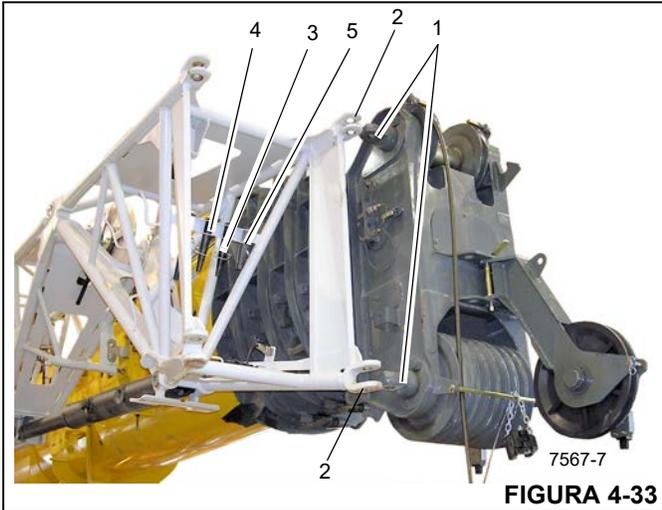
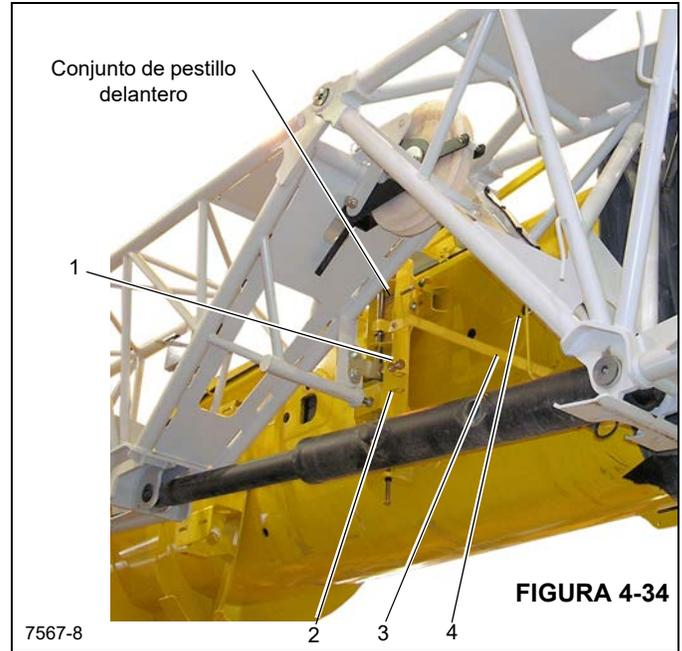

FIGURA 4-33
FIGURA 4-34
7. Utilizando el cable guía, tire de la parte delantera de la extensión hasta que las orejetas de montaje de la extensión (2) (Figura 4-33) se alineen con las orejetas de la cabeza de la pluma (1).
8. Utilizando una escalera o un dispositivo de levante adecuado, retire las pinzas de retención (3) y tire de los pasadores (4) para sacarlos de los sujetadores (5). Inserte los pasadores por las orejetas de conexión y asegure con las pinzas de retención.
10. Utilizando una escalerilla o plataforma de trabajo aérea, utilice la varilla de extensión del plumín, ubicada en la cabina, para quitar la pinza de retención del pasador de bloqueo horizontal (1) (Figura 4-34).
11. Utilice la varilla de extensión del plumín para quitar el pasador de bloqueo horizontal del pestillo delantero y póngalo en las orejetas de almacenamiento (2). Fije con la pinza de retención.
12. Utilizando la varilla de extensión de plumín, desenganche el conjunto de pestillo delantero empujando la manija (3) (Figura 4-34) hacia arriba y hacia el apoyo de la misma (4).